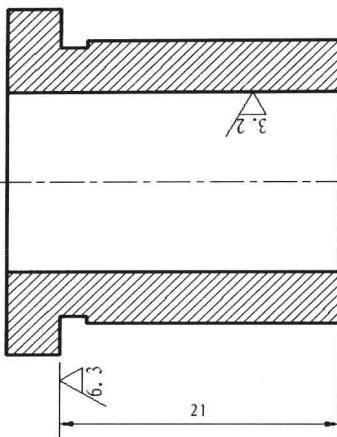

图 6-1-17
(4) 在“块”面板中单击“插入”按钮 插入 ，打开“插入”对话框，选择块名称“属性粗糙度”，“旋转”项目下角度设置为“180”，选择“统一比例”，X 轴比例设为“0.5”。
(5) 单击“确定”按钮，单击需要标注粗糙度的位置，命令行提示“输入属性值，输入粗糙度值<0.0>”，输入“3.2”，按 Enter 键，如图 6-1-17 所示。